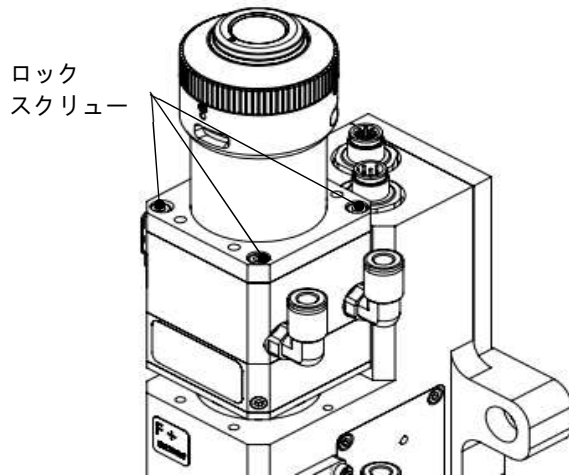

図 6.5 - コリメーションコンポーネントの逆アSEMBル
- 3mm の内部六角レンチを使用して、コリメートコンポーネントの固定ネジ(図 6.5 を参照)を外し、コリメートコンポーネントのコンポーネントに接続された部分をテクスチャ付き紙でシールして、ほこりの侵入を防ぎます。